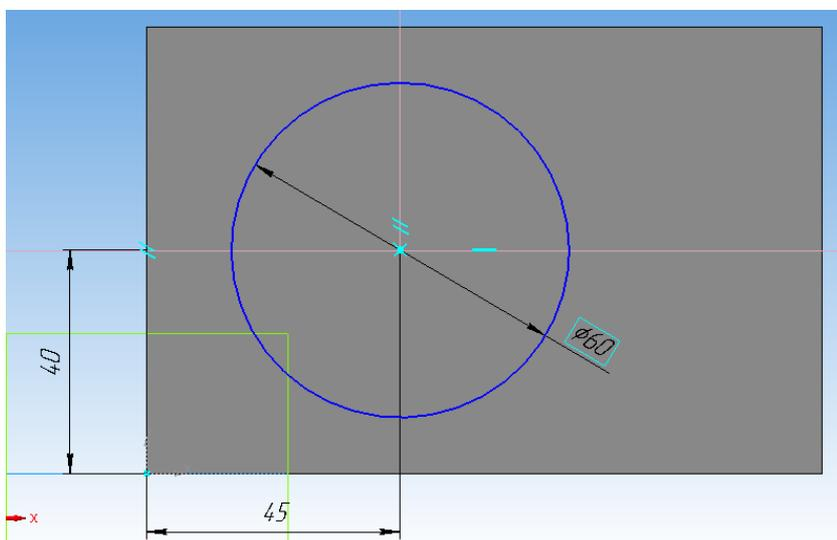

Рисунок 48
6. На верхней поверхности основания, создайте новый эскиз окружности $\varnothing 60$, определив центр окружности с помощью вспомогательных прямых (рисунок 48). Выйдите из режима **Эскиз**.